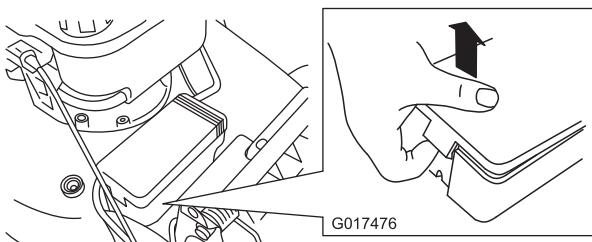

Figure 41
2. Dégarez les deux extrémités du couvercle de la batterie et déposez le couvercle (Figure 41).